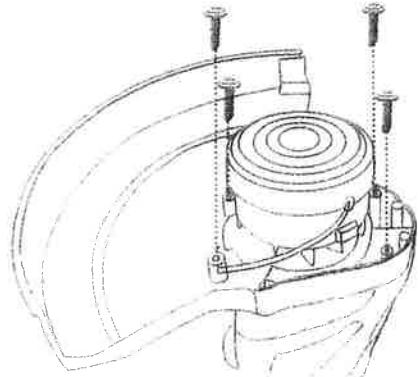

Fig.2
- Inserte el protector de la seguridad (10) en la carcasa del motor y fijarlo con 4 tornillos (Fig.2).